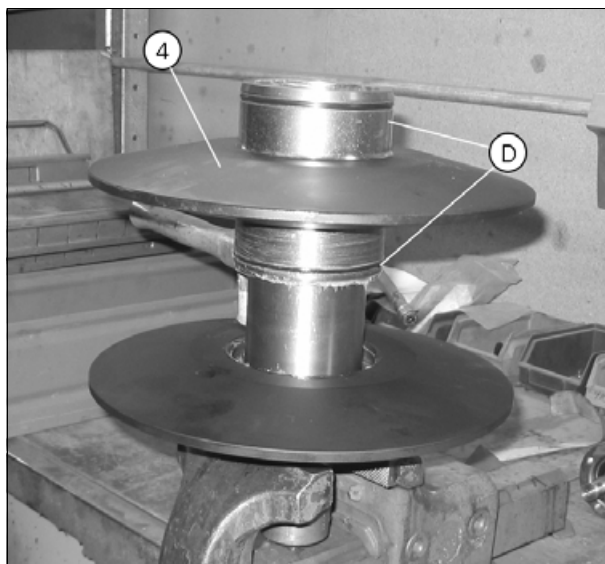

Рис. 3.
Тщательно очистите детали и, при необходимости, зачистите их тонкой наждачной бумагой. Установите новые уплотнительные кольца (D) (рис. 3) и очистите все резьбовые отверстия сжатым воздухом. Уделите особое внимание чистоте масляной канавки в подшипниковом корпусе, используемой для смазки подвижных деталей. Перед сборкой смажьте все поверхности скольжения.
7. Выполните сборку и установку вариатора в соответствии с пунктами 1 – 5 в обратном порядке. Затяните болты (E) крест-накрест моментом 23 Nm.